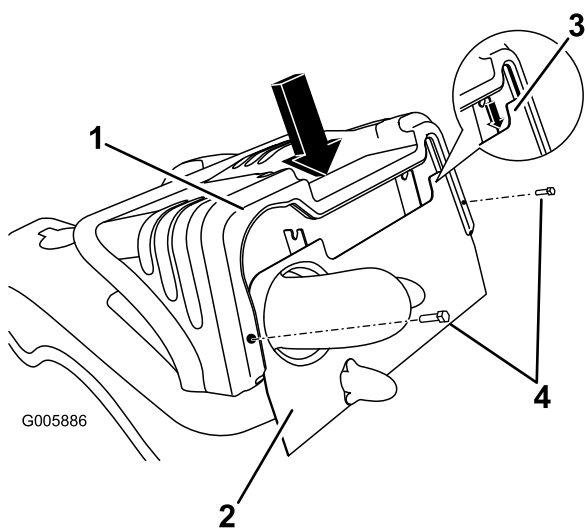

Figura 29
1. Para instalar el capó, alinee la ranura del capó con el bastidor y baje éste cuidadosamente sobre el bastidor (Figura 29). Asegúrese de que el bastidor se asiente correctamente en la ranura del capó antes de presionar hacia abajo el capó. Presione hacia abajo con cuidado para asentar el pasador de retención. Vuelva a colocar los herrajes que retiró anteriormente.